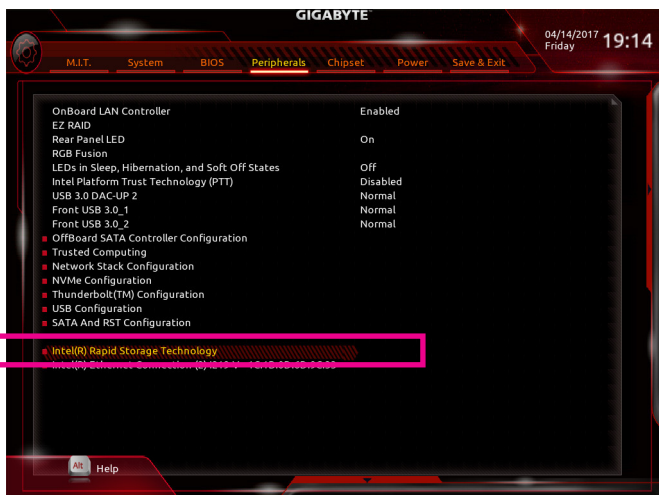

図 7
システムの再起動後、再度 BIOS セットアップに入ります。続いて Peripherals\Intel(R) Rapid Storage Technology サブメニューに入ります(図 7)。